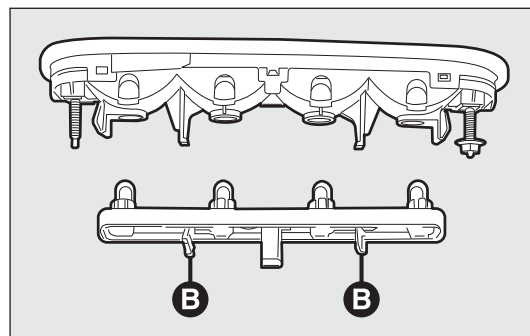

fig. 191
- ☐ apriete las aletas B-fig. 191 y extraiga el portalámparas;